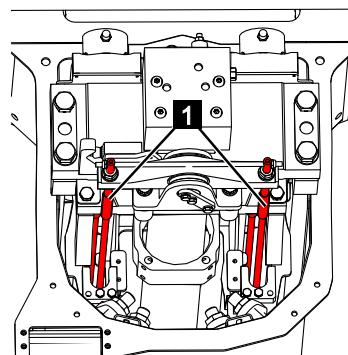

Abb. 258
11. Ausfahrseile (Abb.258/1) auf Beschädigungen prüfen.